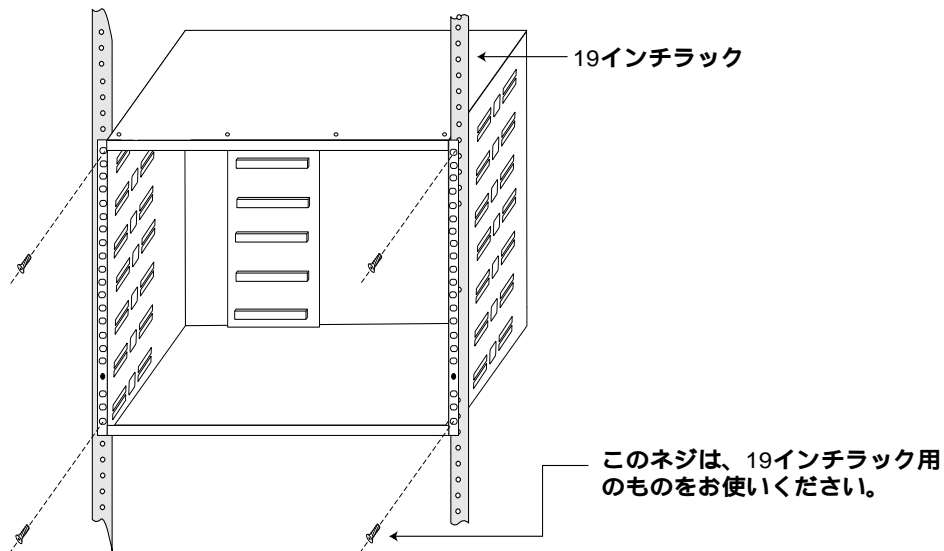

図 1.3 19 インチラックへの取付け
- 1) C36C8 を 19 インチラックに取り付けます(図 1.3 の「19 インチラックへの取付け」を参照)。